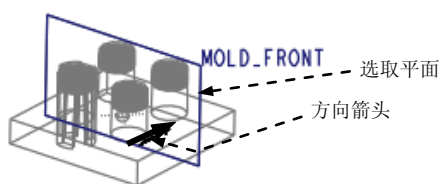
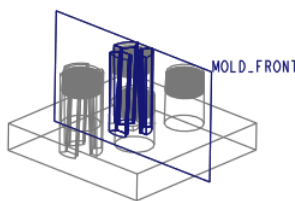

图 25.31 选取平面
图 25.32 创建结果
Step5. 选取图 25.31 所示的平面，方向箭头如图 25.31 所示。在距离文本框中输入数值 50，单击操控板中的 按钮，结果如图 25.32 所示。